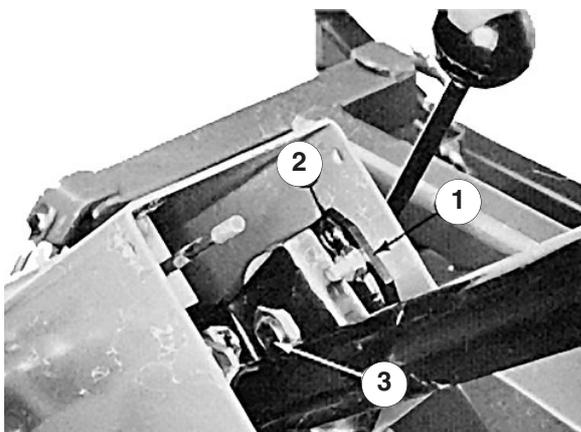

Bild 43
1. Nehmen Sie den Knopf von der Feststellbremse und die Blechschrauben von der Abdeckung des Steuerrads ab. Schieben Sie die Abdeckung an der Lenksäule nach oben, bis der Schwenkbügel frei liegt (Bild 43).
2. Lösen Sie die kleine Mutter, drehen Sie den Schwenkbügel, bis die große Mutter darunter fest angezogen ist (Bild 43). Ziehen Sie die kleine Mutter wieder an.